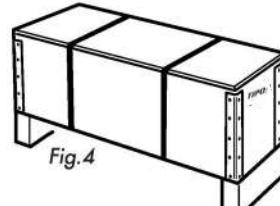

Fig. 4
- En cajas de madera prefabricadas para las bombas y los mandos de dimensiones contenidas (Fig.4).